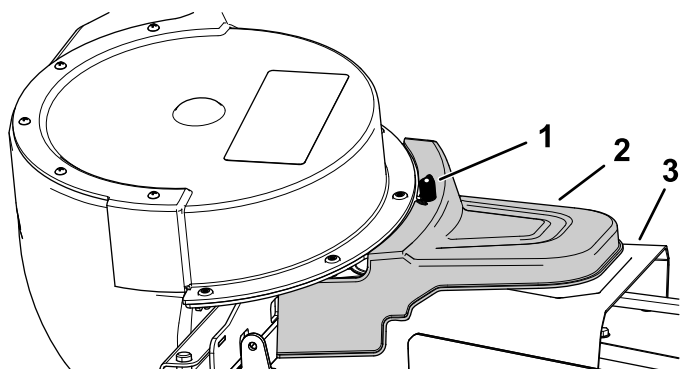

Figura 27
- Montate il coperchio del sistema di raccolta elettrico sul copricinghia e fissatelo serrando la manopola (Figura 27).